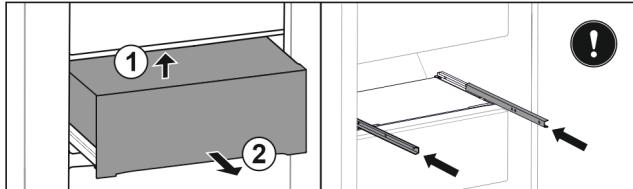

Fig. 99
- Приподнимите выдвижной ящик сзади снизу. Fig. 99 (1)
- Извлеките выдвижной ящик движением вперед. Fig. 99 (2)